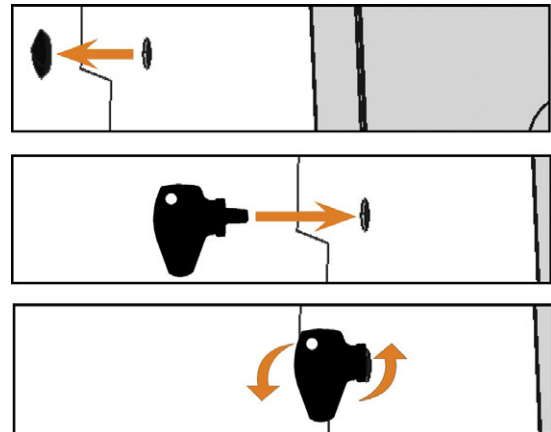

FIG. 47 USO DE LA LLAVE PARA EL DESBLOQUEO DE EMERGENCIA
2. Desactive el bloqueo de seguridad de la puerta de la cámara de trabajo, como se muestra en la figura (Fig. 47 abajo):